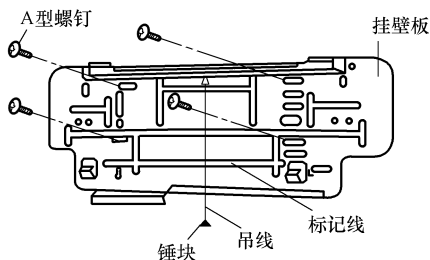

图 11-22 固定挂壁板
(5) 安装挂壁板。挂壁板要固定在坚固的墙上，要保持水平安装，如挂壁板安装倾斜，则空调器工作时冷凝水就容易滴落到室内。固定挂壁板的方法如图 11-22 所示。安装后应保证挂壁板与墙面之间无空隙，挂壁板牢固无松动，挂壁板安装后的支承力不少于 60kg。